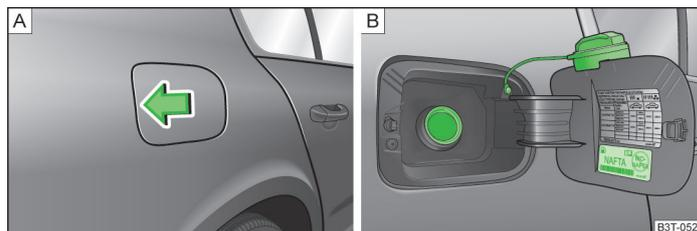

Abb. 160 Tankklappe öffnen / Tankklappe mit aufgeschraubtem Verschluss
Auf der Innenseite der Tankklappe sind die für Ihr Fahrzeug vorgeschriebenen Kraftstoffsorten angegeben » Abb. 160 auf Seite 213 - [B].
- Auf die Tankklappe in Pfeilrichtung drücken » Abb. 160 - [A].
- Den Tankverschluss entgegen dem Uhrzeigersinn herausdrehen und von oben auf die Tankklappe stecken » Abb. 160 - [B].